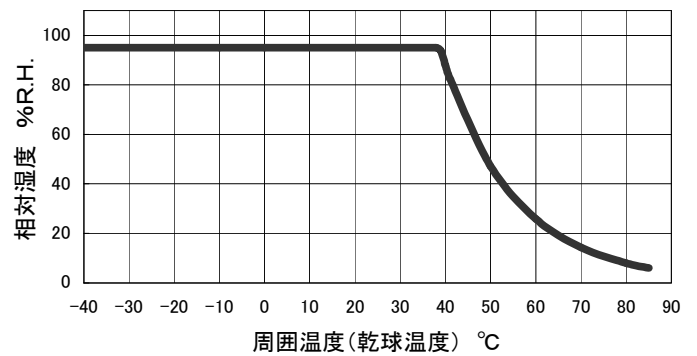

図2 湿度デレティングカーブ
- 湿度範囲           : H     95%R.H. (但し、湿球最大温度 38°C、図2参照)